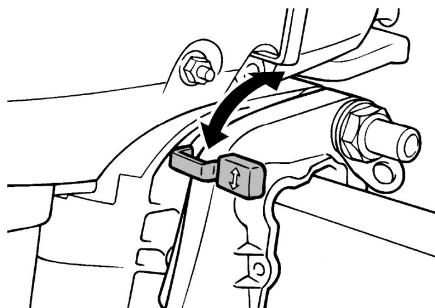
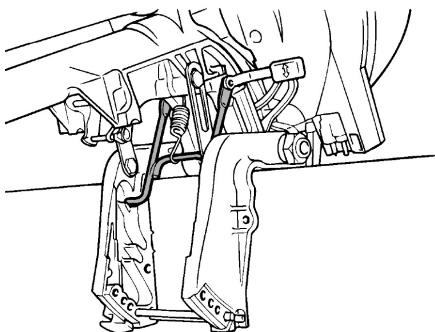
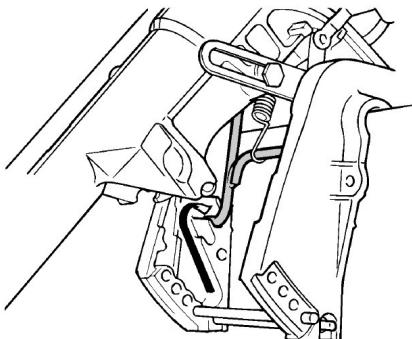

Рис. 37 Рычаг фиксации наклона
Рис. 38 Упор для поддержания мотора
Рис. 42 Положения упора для эксплуатации на мелководье
2. Наклоните мотор. Для F20AFWS: переведите рычаг наклона мотора в верхнее положение (Рис. 37), возьмитесь за рукоятку в задней части кожуха двигателя, наклоните мотор в самое верхнее положение и опустите его на упор (Рис. 38).
Для остальных моделей: возьмитесь за ручку в задней части кожуха двигателя, наклоните мотор в самое верхнее положение и опустите его на упор (Рис. 38).
1. Переведите рычаг наклона мотора в нижнее положение (Рис. 37).
- Положение штока изменения наклона нужно регулировать так, чтобы на максимальной скорости лодка шла параллельно поверхности воды (Рис. 38).
Для F20AFWS: переведите рычаг наклона мотора в верхнее положение (Рис. 37), возьмитесь за рукоятку в задней части кожуха двигателя и наклоните лодочный мотор до положения более высокого наклона (Рис. 42). Остальные модели: возьмитесь за ручку на кожухе двигателя и наклоните мотор в положение более высокого наклона (Рис. 42). При этом подпружиненный упор для поддержания мотора в наклоненном положении автоматически войдет в зацепление и зафиксирует мотор в нужном положении.